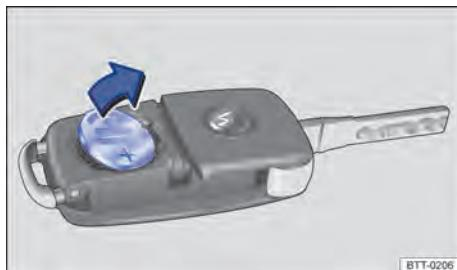

Fig. 27 Chave do veículo com comando remoto: remover a bateria.
- Remover a bateria do alojamento da bateria com uma ferramenta adequada → Fig. 27.
- Posicionar a nova bateria conforme indicado → Fig. 27 e pressionar no sentido contrário ao da seta para dentro do alojamento da bateria → ①.